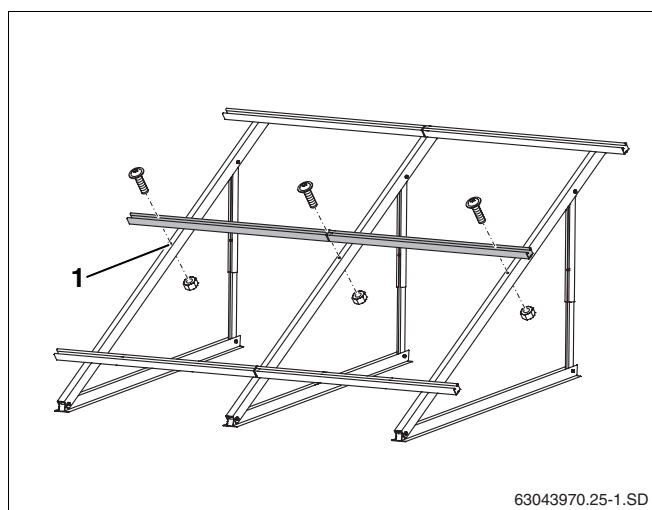

Fig. 35 Montaje de perfiles guía adicionales
- ▶ Fije los perfiles guía adicionales al orificio central del perfil (fig. 35, **pos. 1**) tal y como se describe en cap. 5.5.2 "Montar los perfiles guía".